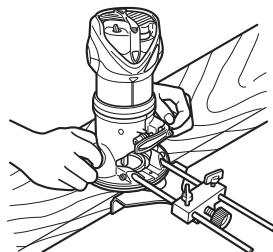

Fig. 14
④ Como se muestra en la Fig. 14, asegure firmemente la parte inferior de la base a la superficie procesada de los materiales. Haga avanzar la fresadora mientras mantiene el plano de la guía sobre la superficie de los materiales.